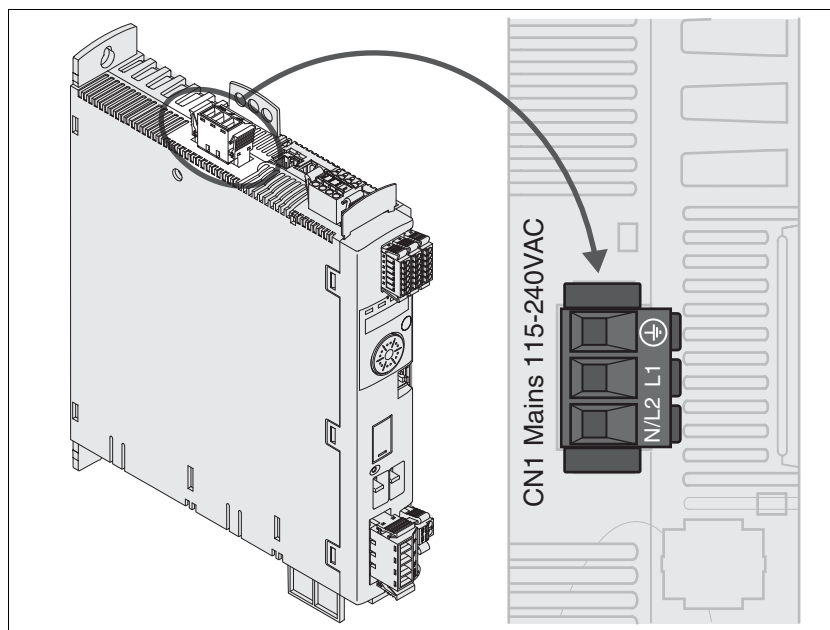

图 6.8 单相设备输出级电源接线图
- 将电线连接至（图 6.8）。注意接线端子螺钉的不同拧紧扭矩。